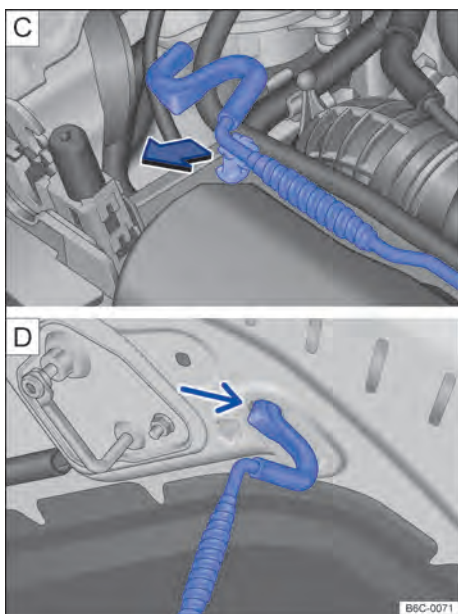

Fig. 162 [C] Haste de sustentação da tampa do compartimento do motor. [D] Tampa do compartimento do motor apoiada na haste de sustentação.
- Retirar a haste de sustentação do suporte no sentido da seta → Fig. 162 [C] e posicioná-la na abertura na tampa do compartimento do motor → Fig. 162 [D]. ▶
- Retirar a haste de sustentação do furo → Fig. 162  e encaixá-la no suporte do fecho → Fig. 162 .